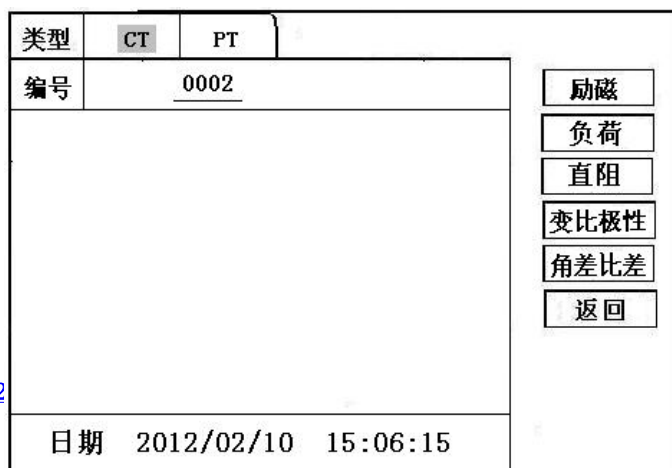
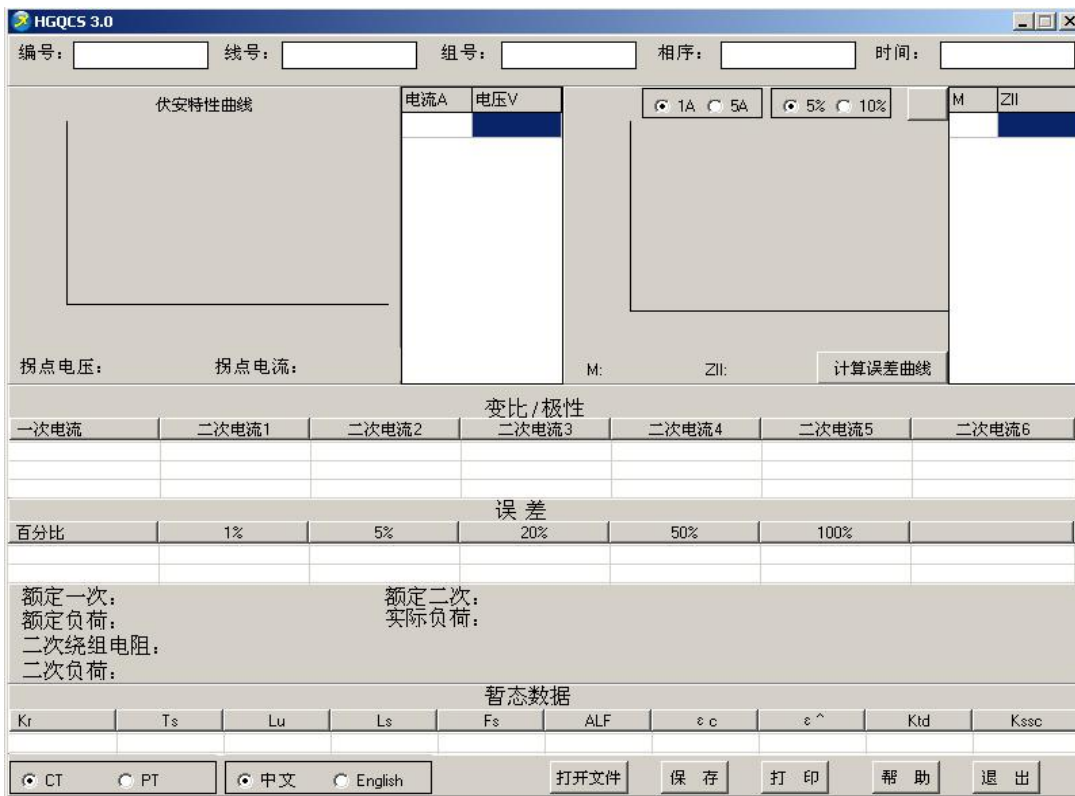
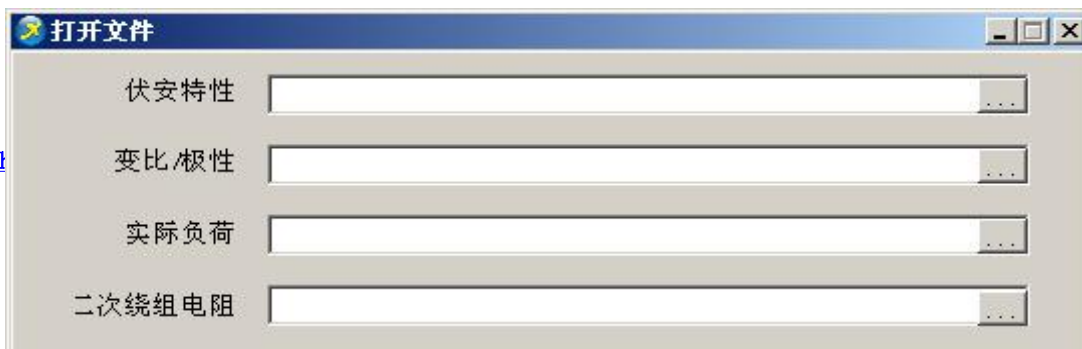

图 36
图 38
图 39
在 CT/PT 测试主界面中，选择进入“数据查询”试验界面（如图 36），根据需要选择“励磁”、“负荷”、“直阻”、“变比极性”、“角差比差”、“返回”等测试选项，选定测试项目后，进入图 39 测试界面，显示仪器中该项目下所保存的最新的测试结果，可以选择“上页”、“下页”、“转存”、“返回”、“清除”选项进行相应操作。
11.3 安装完毕后，打开“伏安特性”文件夹，选择打开“VATeXing.exe”操作软件，如图 38 即为上位机操作软件。
- b)、在图 38 中选择打开“选择文件”，出现图 39 操作窗口，在图 39 中可根据需要载入所需文件。